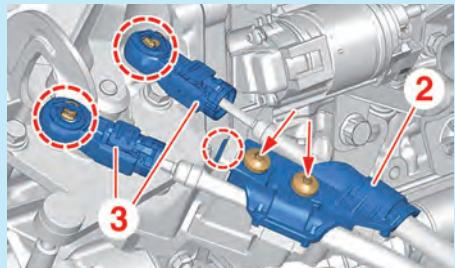

Fig.2
- Déposer la bride (2) (Fig.2).
- Ecartez les câbles de commande (3) de la boîte de vitesses.